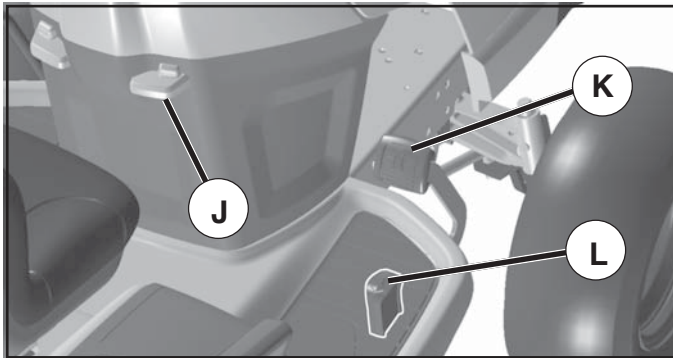

Fig. 7
MOVIMENTO PARA A FRENTE E PARA TRÁS (Vide Fig. 7)
- Solte lentamente o pedal de condução para a frente (K) ou para trás (L) para iniciar o movimento. A velocidade em solo aumenta quanto mais o pedal é pressionado.
USO DO CONTROLE DE VELOCIDADE CONSTANTE (J) (Vide Fig. 7)